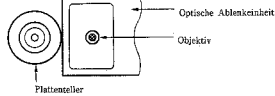

Abb. 11
**3. Kontrolle des Objektivs (Abb. 11)**